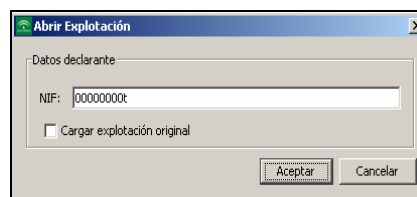

Fig. 20
- **Cargar Explotación:** Al seleccionar esta opción, se muestra una ventana en la que se introduce el CIF/NIF del solicitante del que se quiere cargar su explotación (fig. 20), y se pulsa “Aceptar”. A su vez, esta ventana permite cargar la explotación de origen, por si se quiere volver al estado original de la explotación, tal como se cargó en la BBDD. Para ello, basta con seleccionar la casilla “Cargar explotación original”.